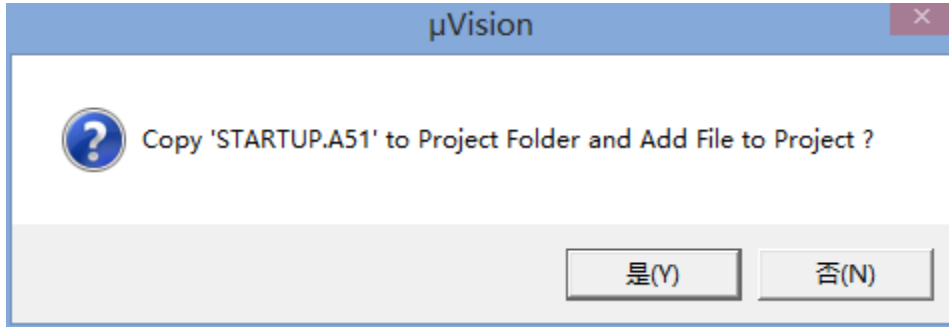

图 2-8 启动代码选择选框
(4)接着弹出如图 2-8 所示的启动代码选择对话框,这里选择“否”(也可以选择“是”),所谓启动代码就是处理器最先运行的一段代码,主要任务是初始化处理器模式、设置堆栈、初始化寄存器等,由于以上的操作均与处理器体系结构和系统配置密切相关,所以一般由汇编来编写。对于单片机开发来说是否添加都一样,若读者对启动代码感兴趣,自行查阅相关资料,这里就不做过多说明。